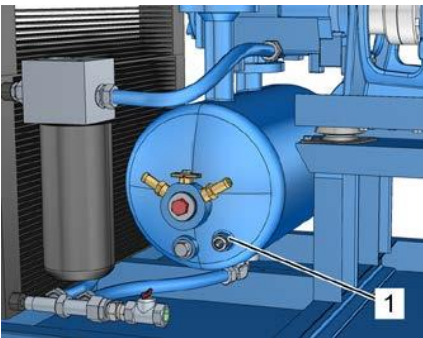

Рис. 33: Проверка уровня охлаждающей жидкости через смотровое отверстие
7. Проверьте уровень охлаждающей жидкости через смотровое отверстие (Рис. 33/1) и при необходимости долейте охлаждающую жидкость, как описано в ☞ Глава 8.4.2 «Проверка уровня охлаждающей жидкости / доливка охлаждающей жидкости» на странице 94.